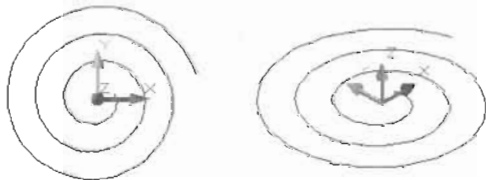

图 14-28
(3) 已知底面半径为 100mm, 顶面半径为 20mm, 绘制一个 2D 螺旋线, 如图 14-28 所示, 命令执行过程如下。